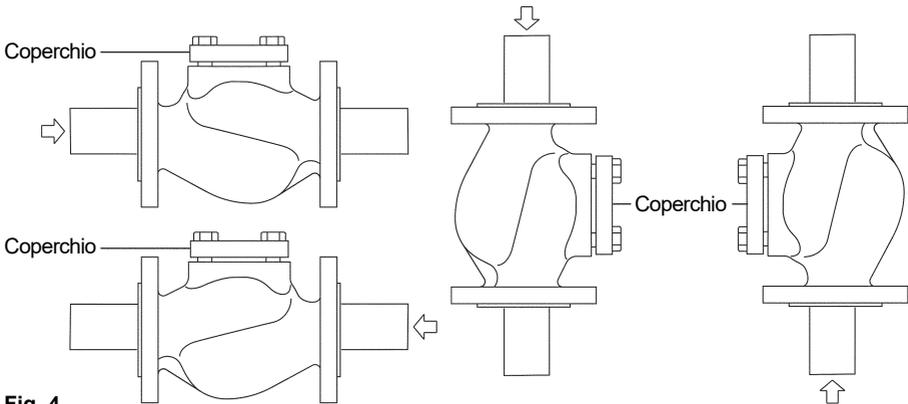

Fig. 4
- 3.4** Le valvole LCV sono progettate per l'installazione su tubazioni orizzontali, e verticali (Fig. 4.)